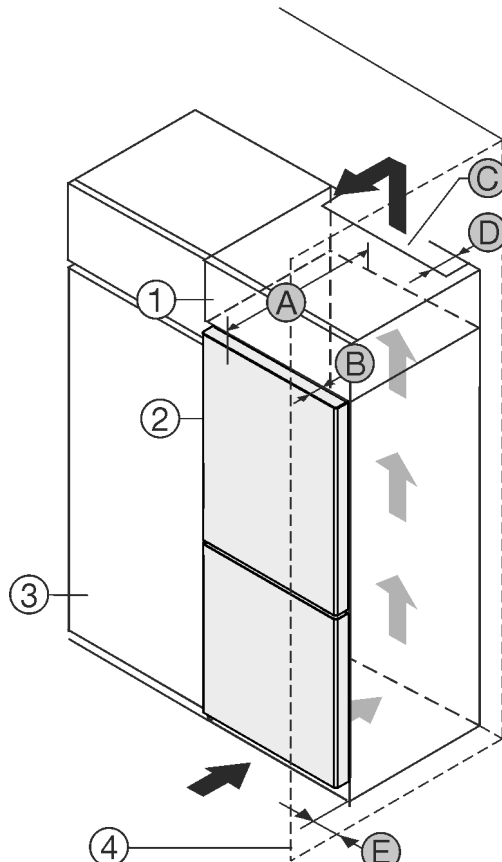

Fig. 1
Установите устройство непосредственно рядом с кухонным шкафом Fig. 1 (3).*
На задней стенке дополнительного шкафчика должен быть вентиляционный канал с глубиной Fig. 1 (D) по всей ширине этого шкафа.
Нужно соблюдать вентиляционное отверстие Fig. 1 (C) под нижней панелью.
Если устройство установлено на шарнирах у стены Fig. 1 (4), то расстояние между устройством и стеной должно быть не менее 13мм.
Если устройство установлено на шарнирах у стены Fig. 1 (4), то расстояние между устройством и стеной должно быть не менее 20мм.
Чтобы можно было полностью открыть двери, устройство должно выступать на глубину двери Fig. 1 (B) относительно передней стенки кухонного шкафа. В зависимости от глубины кухонных шкафов Fig. 1 (3) и использования пристенных распорок устройство может выступать и больше.*